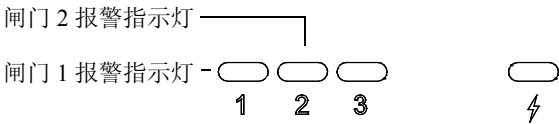

图 2-13 闸门 1 和闸门 2 报警指示灯
- EPOCH 600 仪器前面板上的两个报警指示灯（发光二极管）中的一个会变亮（参见第 43 页的图 2-13）。